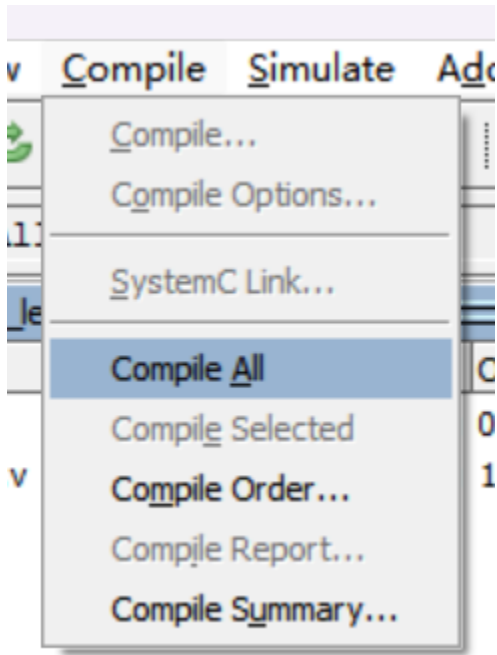

图 23 进行编译代码
⑧ 之后选择上面的 Compile->Compile All 编译文件。如图 23 所示。